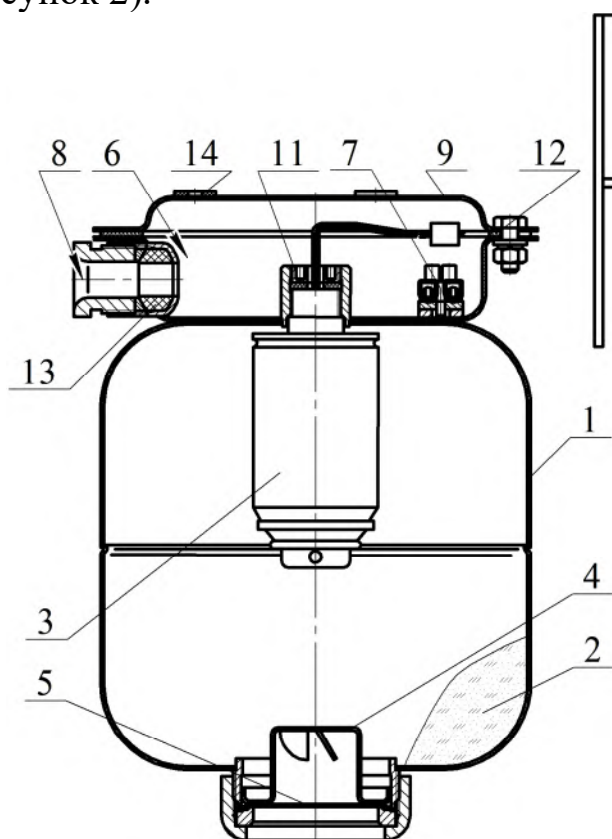
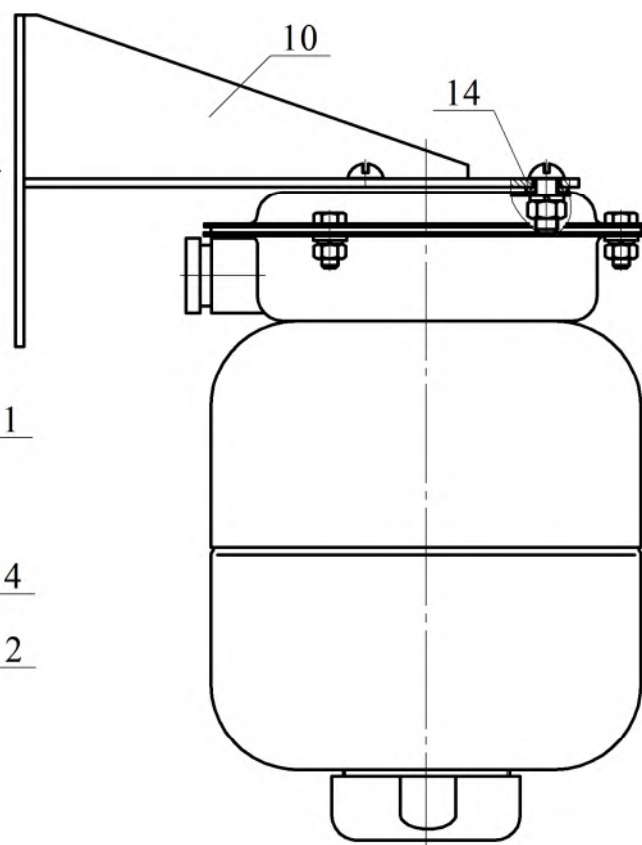

Рисунок 1
Рисунок 2
В верхней части МПП снабжен кронштейном **9** для крепления к потолочному перекрытию (рисунок 1) или кронштейном **10** для крепления к стене (рисунок 2).
2.1.3 Закрепить кронштейн **9** (см. рисунок 1) на потолке или кронштейн **10** (см. рисунок 2) на стене. Крепление кронштейна **9** к потолку производить через резиновые прокладки **14**. Координаты отверстий в кронштейне, предназначенном для крепления МПП на потолке, приведены на рисунке 4а), на стене – на рисунке 4б).
2.1.4 Через резиновую прокладку **12** (см. рисунок 1) состыковать МПП с кронштейном и закрепить соединение гайками. Соединение МПП с настенным кронштейном **10** производить через резиновые прокладки **14** (см. рисунок 2).